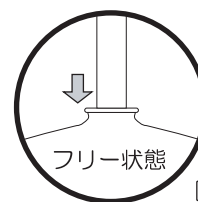

図 1
- コードケースの動かし方は、コードアジャスターをコードケースに押し込みフリー状態（図 1 参照）にして移動させてください。